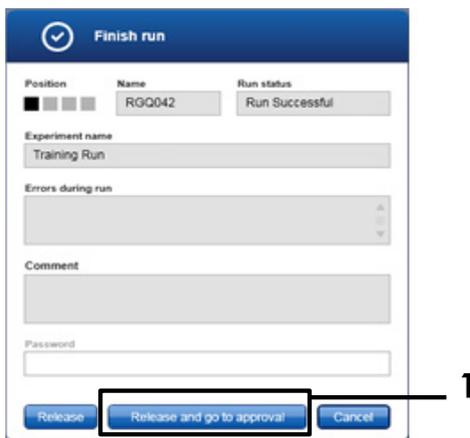

Figura 15. Ventana emergente “Finish Run” (Finalizar serie). 1 = “Release and go to approval” (Desbloquear y proceder a la aprobación).
10. Haga clic en “Release and go to approval” (Desbloquear y proceder a la aprobación) para entrar al entorno “Approval” (Aprobación) y desbloquear el equipo Rotor-Gene Q MDx 5plex HRM. El icono del RGQ situado en la parte superior derecha de la pantalla cambiará de verde a azul, lo cual indica que el equipo RGQ está listo para realizar otra serie analítica. Con independencia de si una serie analítica se realiza o no correctamente, debe desbloquearse el equipo RGQ (Figura 15).